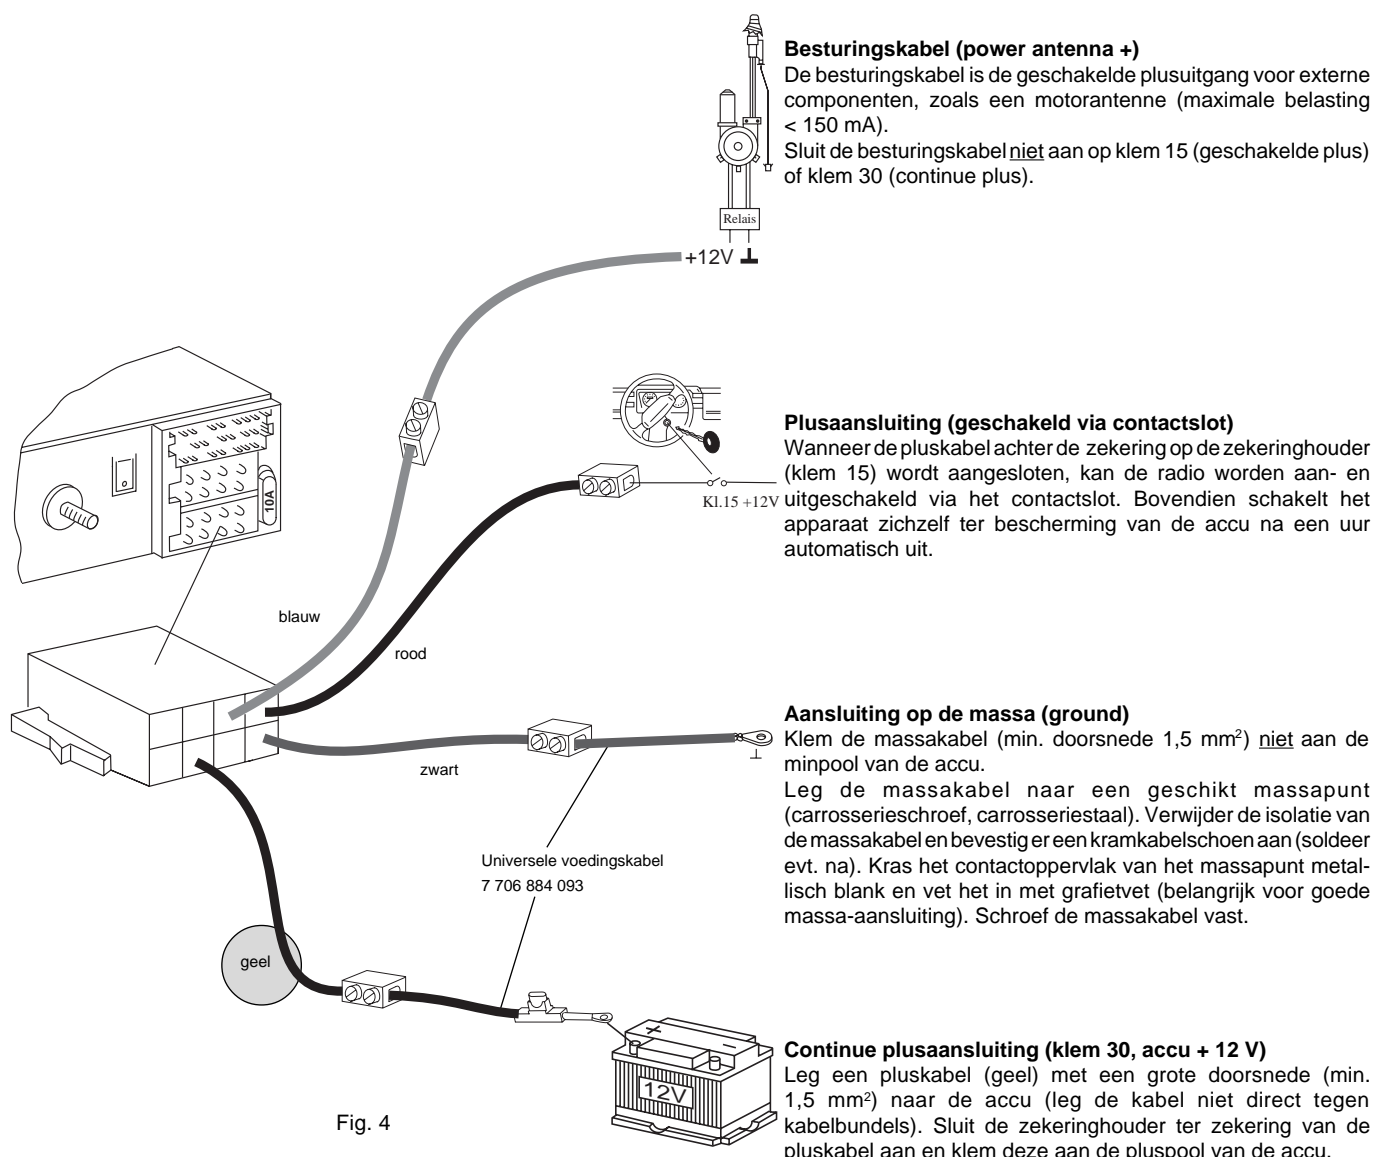

Fig. 4
- Aansluiting bij auto's zonder enige uitrusting vooraf Fig. 4
I bilar som ej är förberedda för radiomontage eller som har för klenta +/-kablar (< 1,5 mm²) framdragna skall den **ISO +/- kontakten** användas tillsammans med **Universal-spänningskabeln 7 607 884 093** (se fig 4).